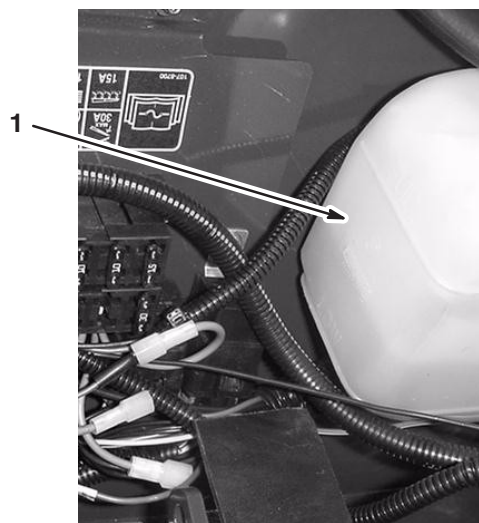

Figure 6
3. Retirez le bouchon du radiateur (Fig. 5) et le bouchon du vase d'expansion (Fig. 6) avec précaution.